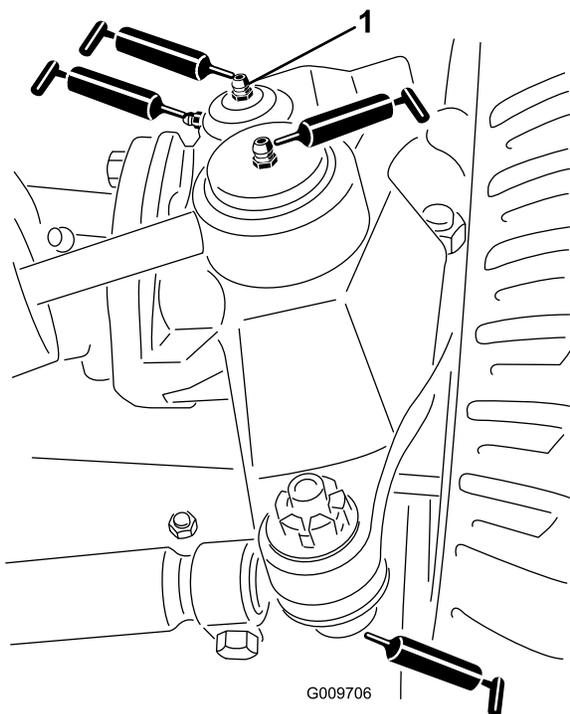

図 23
- ステアリングシリンダのボールジョイント 2ヶ所 図 23
- タイロッドのボールジョイント 2ヶ所 図 23
- キングピンのブッシュ 2ヶ所 図 23。但しキングピン上部は1年に1回のみポンプ2回押しのみとする。